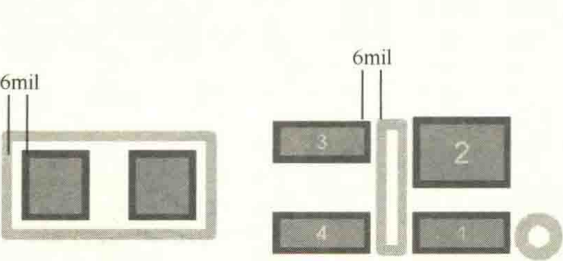

图 5-37 丝印与焊盘之间的间隙
- (1) 元件丝印，一般默认字符线宽为 0.2032mm (8mil)，建议不小于 0.127mm (5mil)。
- (2) 焊盘在元件体内时，轮廓丝印应与元件体轮廓等大，或者丝印比元件体轮廓外扩 0.1~0.5mm，以保证丝印与焊盘之间保持 6mil 以上的间隙；焊盘在元件体之外时，轮廓丝印与焊盘之间保持 6mil 及以上的间隙，如图 5-37 所示。